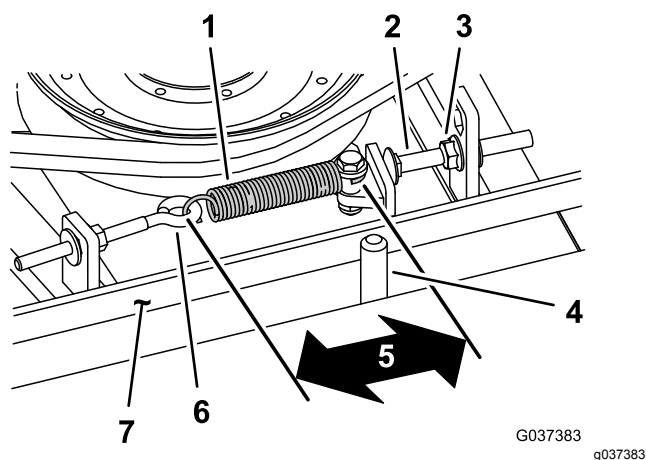

Figura 102
Quando a tensão estiver correta, a medida interior da mola de extensão (gancho a gancho) deverá ser de cerca de 8,3 cm a 9,5 cm. Logo que se obtenha a tensão correta da mola, ajuste o pino de fecho (parafuso da carroçaria) até haver uma folga aproximada de 2 a 5 mm entre a cabeça do parafuso e o braço intermédio (Figura 102).
Nota: Certifique-se de que correia está colocada no lado da mola do guia da correia (Figura 102).
2. Desaperte o parafuso com olhal (Figura 102).
3. Desaperte a porca flangeada que prende o pino de fecho à patilha de montagem e afaste a polia intermédia da correia (Figura 102).
9. Ligue a mola de extensão (Figura 102) ao parafuso de olhal e aplique a tensão na correia como se segue: